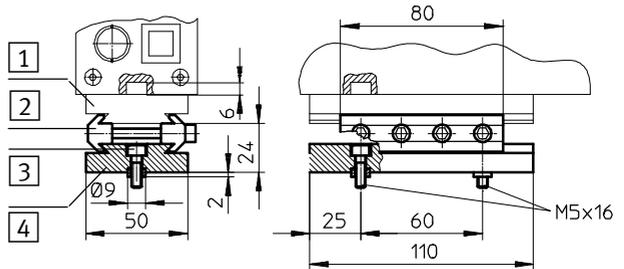

Bild 2/2: Befestigung der Checkbox mit Verbindungsbausatz HMSV-12
- Checkbox und Transporteinrichtung stabil zueinander befestigt sind (Bild 2/3)